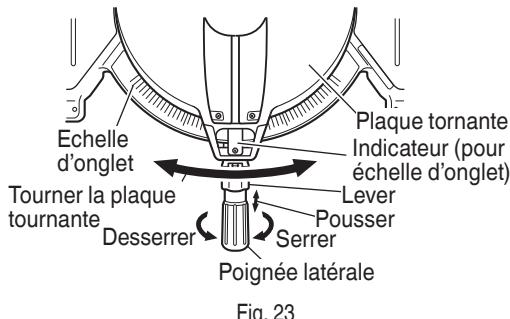

Fig. 23
(1) Desserrer la poignée latérale et appuyer sur le levier pour les butées d'angle. Cela fait, régler la plaque tournante jusqu'à ce que l'indicateur soit aligné avec le réglage désiré sur l'échelle de coupe d'onglet (Fig. 23).
(2) Resserrer la poignée latérale pour fixer la plaque tournante à la position voulue.